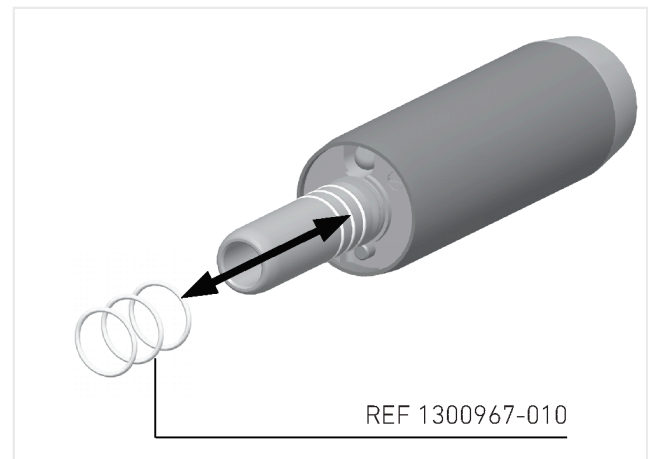

FIG. 7
2. Fjern pæren ved å bruke det lille hullet på siden ved å skyve den forover (unngå å berøre glassdelen av pæren) (FIG. 7).